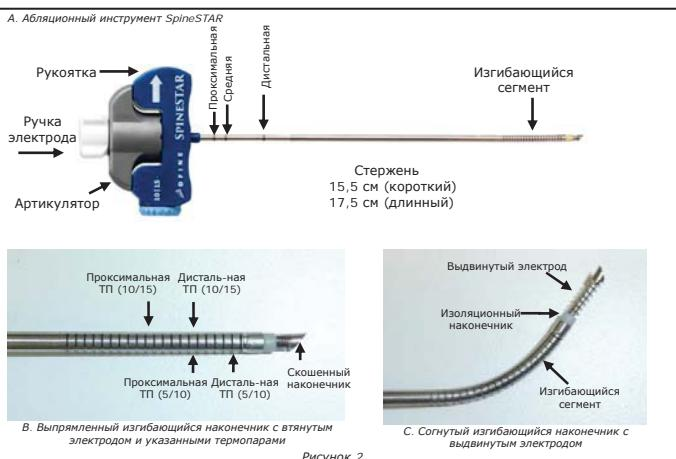

Рисунок 2.
Рисунок 2. Абляционный инструмент (A) SpineSTAR (SS) имеет рукоятку со встроенным артикулятором, (серого цвета), который позволяет поворачивать изгибающийся сегмент в направлении индикатора (белая стрелка) (C), и белую ручку электрода, которая выдвигает электрод из дистального конца изгибающегося сегмента. Полное максимальное расстояние, на которое электрод выдвигается из конца изгибающегося сегмента, составляет 10 mm. На изгибающемся сегменте стержня (B) имеются две термопары (TP): Для конфигурации TP 10/15 дистальная ТП расположена в 10 mm от изолированного наконечника, проксимальная ТП — в 15 mm; для конфигурации TP 5/10 дистальная ТП расположена в 5 mm от изолированного наконечника, проксимальная ТП — в 10 mm. Три черные отметки на стержне отображают расположение скошенного наконечника и ТП по отношению к дистальному концу рабочей канюли. Изолированный наконечник (C) является рентгенопрозрачным и представляет центр зоны абляции.